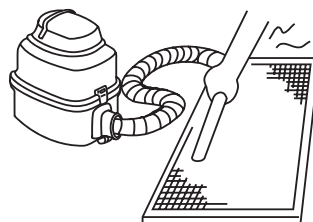

Abb. 7-3
- Während der Reinigung mit Staubsauger soll die Lufteingangsseite nach oben zeigen (s. Abb. 7-3.)